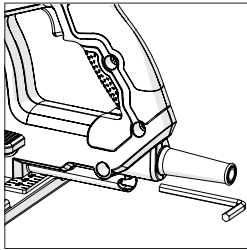

Abb. 1
- Finden Sie den mitgelieferten Sechskantschlüssel für den Wechsel der Sägeblätter, der sich im Aufbewahrungsfach an der Maschine befindet **(18) (Abb. 1)**